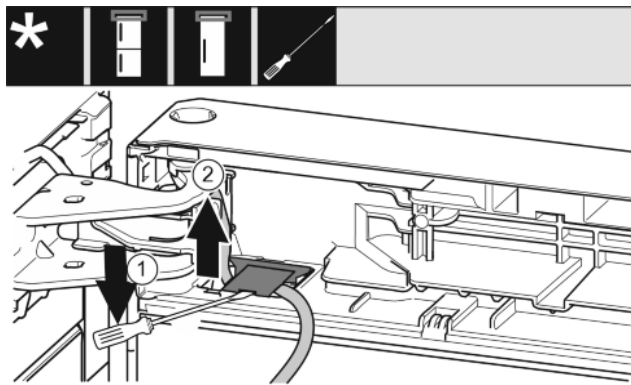

Fig. 17
- ▶ Используя шлицевую отвертку, поднимите и вытяните крышку. Fig. 17 (1)
- ▶ Извлеките кабель. Fig. 17 (2)